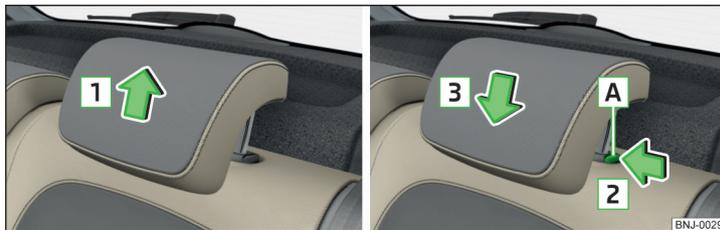

Fig. 59 Ajustar altura do apoio da cabeça
- ▶ Pegar no apoio e deslocar **para cima** no sentido da seta **1** » Fig. 59.